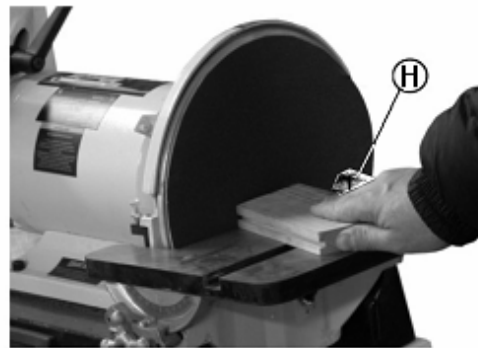

Рис.13
10.6. Наклонное шлифование слева направо (Рис.13)